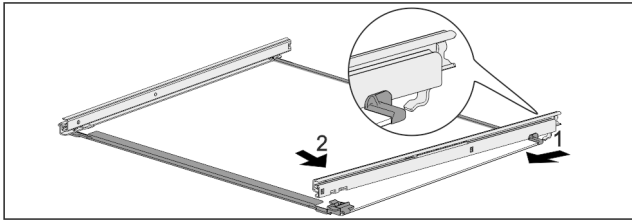

Fig. 53 Скляна пластина з рейками
- ▶ Зачепити рейку ззаду. Fig. 53 (1)
- ▶ Зафіксуйте рейку спереду. Fig. 53 (2)